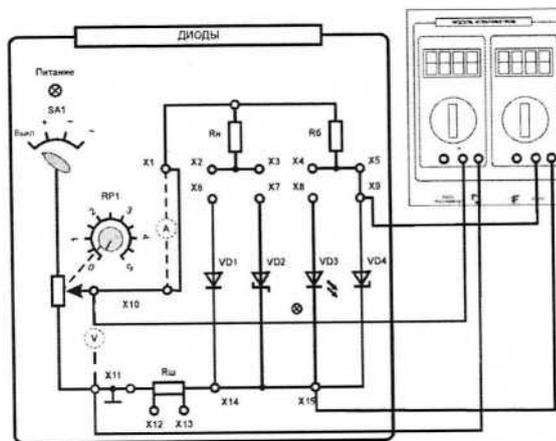

Рис. 3
3.3.2. Собрать схему параметрического стабилизатора напряжения (рис. 3). Выключить электропитание стенда. Переключатель  $SA1$  модуля диодов установить в позицию «-».
Собрать схему для исследования светодиода ( $VD3$ ) на постоянном токе (аналогично схеме по рис. 3). Включить питание модуля диодов (выключатель  $SA1$  в позицию «+») и увеличивая положительное входное напряжение от 0 с помощью потенциометра  $RP1$ , измерять напряжение на светодиоде и ток светодиода. Установить при этом степень светоизлучения (отсутствует, слабое, среднее, сильное). Результаты занести в табл. 8.